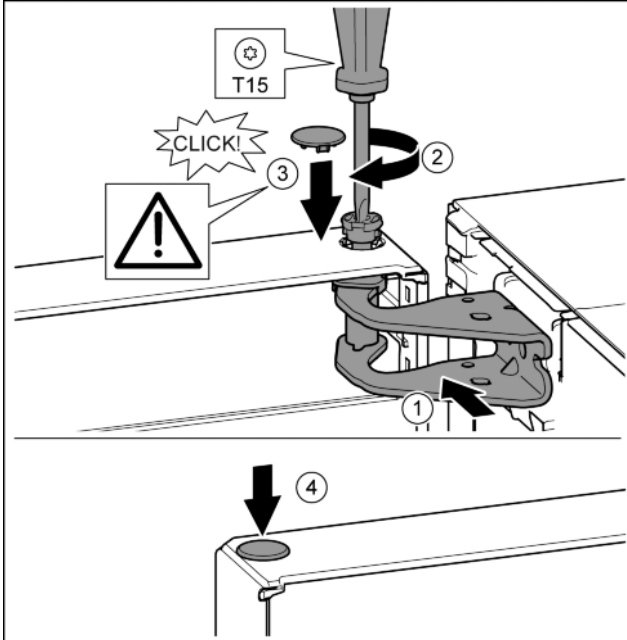

Fig. 23
- ▶ Tür oben zur Öffnung im Lagerbock ausrichten. *Fig. 23 (1)*
- ▶ Bolzen einsetzen und mit Schraubendreher T15 festschrauben. *Fig. 23 (2)*
- ▶ Sicherungsabdeckung zur Sicherung der Tür montieren: Sicherungsabdeckung einsetzen und kontrollieren ob sie auf der Tür aufliegt. Ansonsten Bolzen vollständig einsetzen. *Fig. 23 (3)*
- ▶ Stopfen einsetzen. *Fig. 23 (4)*